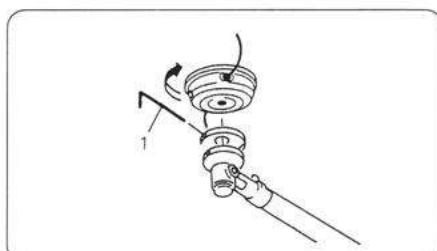

図16
- ①刃受け金具とギヤケースの廻り止め穴に六角棒スパナ(1)を差し込みます。
- ②ナイロンカッターを半時計方向に止まるまで回して取り付けます。(図16)